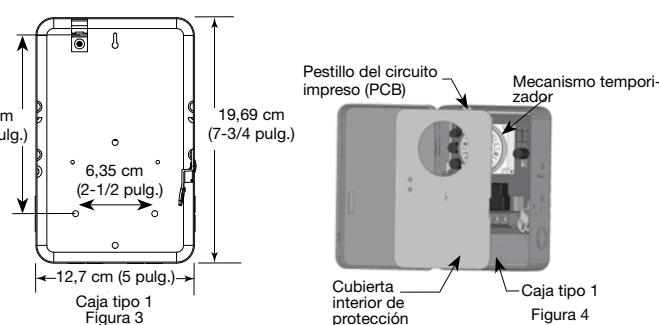

Figura 3
- Coloque la caja en la ubicación de montaje que desee y marque los tres orificios de montaje (consulte la Figura 2, para obtener más información sobre el tipo 3R y la Figura 3, para obtener más información sobre el tipo 1 que se muestra a continuación). Primero instale el tornillo superior en la superficie de montaje y la caja colgante en la cabeza del tornillo a través del ojo de la cerradura; luego atornille los dos tornillos restantes en los orificios del fondo.